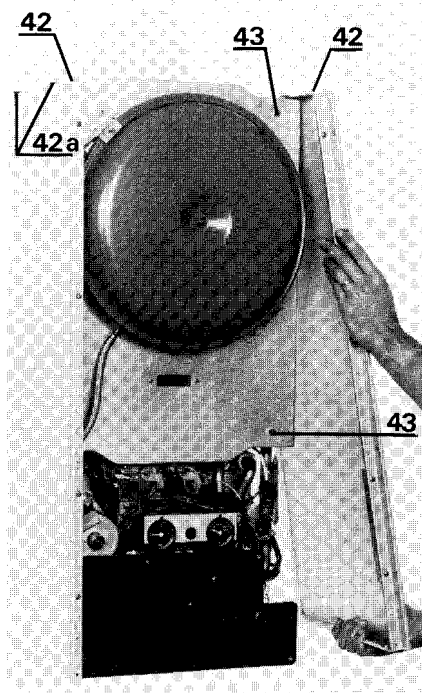
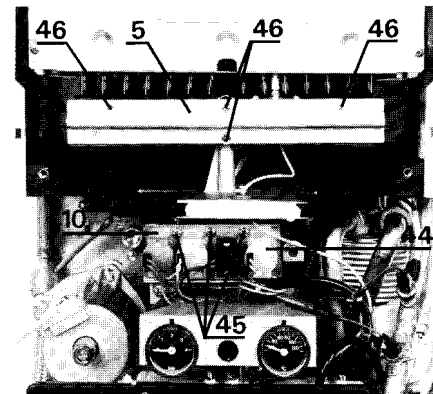

Fig. 23
Fig. 26
2) Montare detti particolari cominciando dai pannelli laterali (fig. 23). Dopo averli agganciati, inserire le viti nella parte inferiore ed avvitarle a metà.
4) Agganciare il pannello frontale inserendolo negli appositi tiraggi superiori (42) (fig. 23) e nella parte inferiore montare le due viti di fissaggio.
Per accedere al bruciatore è necessario togliere il pannello frontale e smontare la parte anteriore della camera stagna svitando le 4 viti (43) (fig. 23).
- disinserire i cablaggi delle quattro elettrovalvole (44),
- svitare le sei viti (45) del blocco elettrovalvole (10) e rimuovere il blocco con cautela affinché non escano gli otturatori e le molle,
- rimontare il blocco elettrovalvole (11). con relativi otturatori e molle,
- avvitare a fondo la sei viti (45) e ricollegare i cablaggi.
- svitare le quattro viti di fissaggio (46) del collettore porta-iniettori,
**Da gas metano a gas butano-propano** (fig. 26)
- avvitare a fondo le quattro viti (46) del collettore,